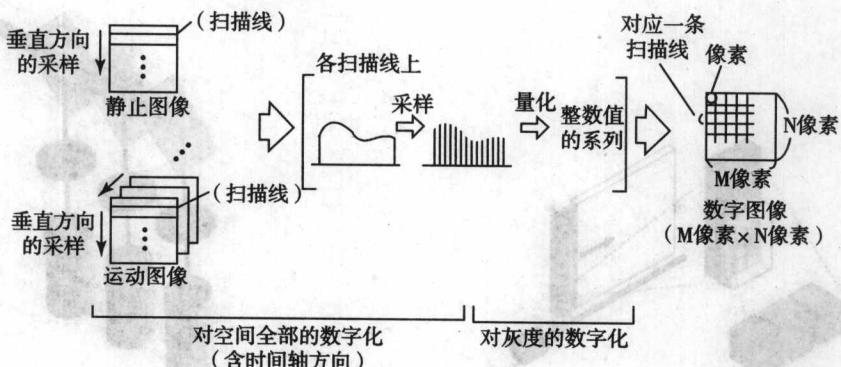

图 1-6 图像扫描原理
①扫描仪 扫描仪是一种常用计算机系统的信息采集与输入设备, 它采用光电转换原理将连续调图像转换为供计算机处理的数字图像, 实现图像信息的数字输入, 是印前领域实现数字化生产作业的基础。扫描仪对图像的处理是根据“图像即为像素点的集合”这一观点来进行的。即利用某种装备, 先把图片分解成像素, 再读取像素, 最后再将像素重新进行组合, 重组出图像。从图像信息处理角度看, 扫描仪的扫描过程如图 1-6 所示, 实质上是图像信息的数字化采集过程, 即对原稿图像信息的采样和量化过程。